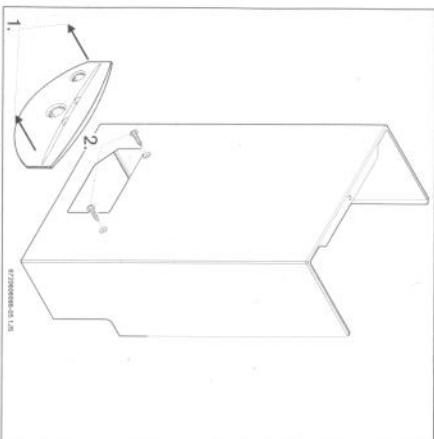

Fig. 2 Retirar a frente
- ▶ Retire o espelho do aparelho, puxando-o ligeiramente na sua direcção (Fig. 2, pos. 1) e desaperte os dois parafusos (Fig. 2, pos. 2).